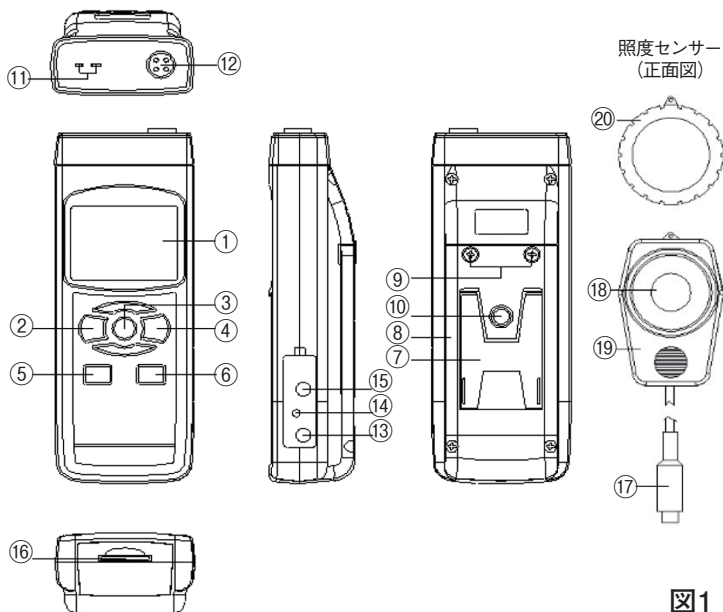

図1
まず初めに、データロガー等の機能を有効にするために、現在時刻等の設定等を行う必要があります。POWER(電源)ボタン(②、図1)を押して、本器の電源を入れます。また、このボタンを2秒以上長押しすると電源が切れます。
電源を入れた状態でSETボタン(⑤、図1)を2秒以上長押しすると「SET dAtE」と表示部(①、図1)に表示され、「初期設定」モードに入ります。そしてNEXTボタン(③、図1)を一回ずつ押す毎に下記の7つの設定画面に切り替わります。
備考:「初期設定」機能を実行中にESCボタン(②、図1)を押すと、「初期設定」機能が終了し、通常測定画面に戻ります。
- (1) ENTERボタン(④、図1)を1回押します。▲ボタン(⑥、図1)または▼ボタン(⑤、図1)を押して、値を調整してください。希望する値を設定し、再度ENTERボタン(④、図1)を一度押すごとに、次の値の調整に移ります。最初に年(yy)の値を設定し、次に月(mm)の値を設定し、さらに日(dd)、時間(h)、分(m)、秒(s)へと移行します。
- (2) 最後に、ENTERボタン(④、図1)を一回押します。
- (1) ▲ボタン(⑥、図1)または▼ボタン(⑤、図1)を使用して上段に表示されるテキストを「bASIC」または「Euro」に設定します。
- (2) 最後に、ENTERボタン(④、図1)を押します。
- (1) ▲ボタン(⑥、図1)または▼ボタン(⑤、図1)を使用して上段に表示されるテキストを「yES」または「no」に設定します。
(2)最後に、ENTERボタン(④、図1)を押します。
(1)▲ボタン(⑥、図1)または▼ボタン(⑤、図1)を使用して表示部(①、図1)左下に表示される値を「K」または「J」に設定してください。
(1)▲ボタン(⑥、図1)または▼ボタン(⑤、図1)を使用して下記のいずれかの値に設定します。
(2)最後に、ENTERボタン(④、図1)を一度押します。
- (1) ▲ボタン(⑥、図1)または▼ボタン(⑤、図1)を押して、上段に表示されるテキストを「yES」または「no」に設定してください。
- (2) 上の値を「yES」に設定し、ENTERボタン(④、図1)をもう一度押すと、画面には「yES Ent」というテキストが表示されるので、本当にSDカードのフォーマットを実行する場合はもう一度ENTERボタン(④、図1)を押し、確定してください。SDカードのフォーマットが行われ、SDカードに保存されている既存のデータが消去されます。
上の値を「no」に設定し、ENTERボタン(④、図1)を押した場合、SDカードはフォーマットされません。
- (1) POWER(電源)ボタン(②、図1)を押して本器の電源を入れます。
- (2) 本器は、以下の2つの測定モードを選択することができます。
FUNC.ボタン(③、図1)を長押しすると、以下の測定モードに順番に切り替わります。
- (1) POWER(電源)ボタン(②、図1)を押して、本器の電源を入れます。
- (2) 測定モードを"tP"(K/Jタイプ熱電対センサーによる測定)に切り替えます。
- (3) 別売のK熱電対センサー又はJ熱電対センサーのミニチュアコネクターをK/Jタイプ熱電対センサー用コネクターソケット(⑪、図1)に差し込みます。
- (4) センサーの感部を測定対象にかざし(または、センサーの用途により直接接触させたり突き刺す場合もある)、表示部(①、図1)の測定値が安定したら数値を読み取ります。
- (2) 測定モードを"LigHit"(照度測定)に切り替えます。
- (3) プローブプラグ(⑰、図1)をプローブソケット(⑫、図1)に差し込みます。
- (4) 照度センサーヘッド(⑱、図1)を手で持ち、センサーカバー(⑳、図1)を外し、照度センサー(⑲、図1)を測定対象の光源に対して垂直にかざします。表示部(①、図1)に測定した照度の値が表示されますので、安定したところで数値を読み取ります。
照度センサー(⑲、図1)にセンサーキャップ(㉑、図1)をかぶせて完全に覆い、表示部(①、図1)の値がゼロでない場合、照度センサー(⑲、図1)にセンサーキャップ(㉑、図1)をかぶせたまま、Zeroボタン(⑥、図1)を長押しすると測定値が"0"に調整されます。